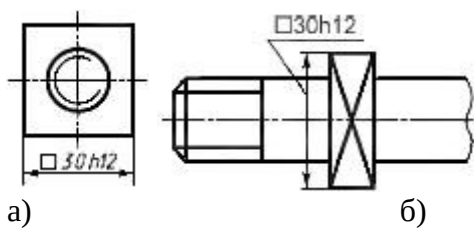

Рис.1.19
21. Размер квадрата \square наносят, как показано на рис. 1.19 а или б.. Высота знака равна высоте размерных чисел на чертеже.